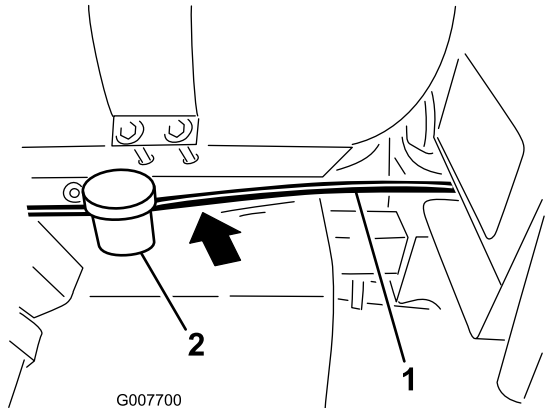

Bild 6
1. Verlegen Sie die Schaumdichtenschläuche (4,9 m) zum Behälter und der Kompressorhalterung (befindet sich unter dem Chemikalienbehälter und hinter dem Kraftstofftank), entlang des Rahmenkanals der Maschine und zum Bereich unter dem Sitzkasten (Bild 6).